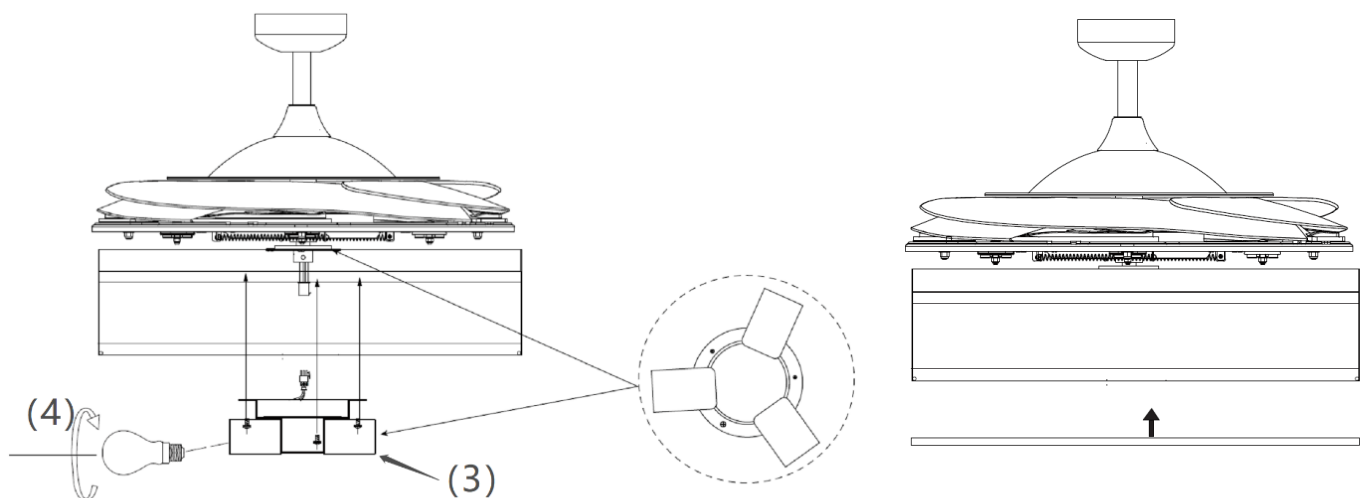

Fig. 7
4. Reliez le connecteur rapide au porte-lampe (3). (Fig. 7)
5. Fixez le porte-lampe (3) au support de kit d'éclairage en serrant les 3 vis. Évitez de trop serrer.
6. Installez les globes (4) (non fournis) dans les supports de lampes. Ne dépassez pas la puissance nominale maximale.